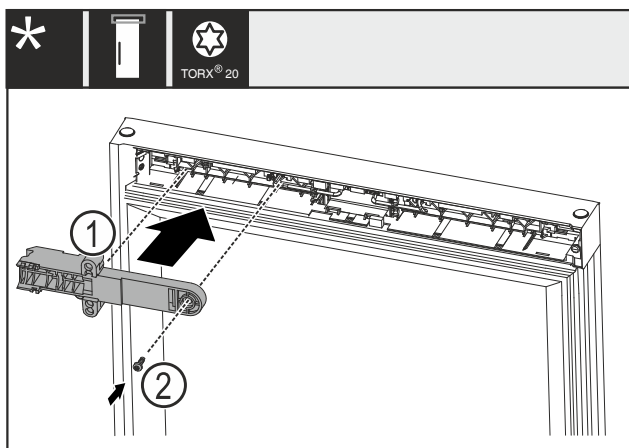

Fig. 22
- ▶ Obrócić element mocujący zamka Fig. 22 (1) o 180° i zamontować po przeciwnej stronie.
- ▶ Zamocować element mocujący Fig. 22 (1) zamka śrubą Fig. 22 (2).